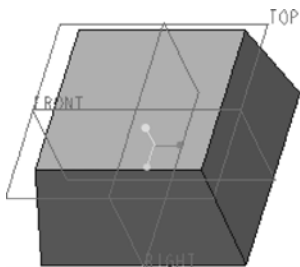

图 6-49 原始模型
- 1 在“快速访问”工具栏中单击“打开”按钮，弹出“文件打开”对话框，选择“bc_6_rd.prt”配套文件，然后在“文件打开”对话框中单击“打开”按钮。文件中已有的类似于按键的实体模型如图 6-49 所示。